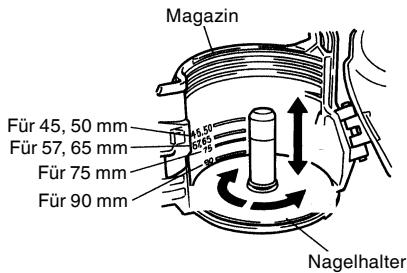

Abb. 3
Den Nagelhalter ③ im Uhrzeigersinn (etwa 90°) drehen, bis er hörbar einrastet. (Abb. 3)